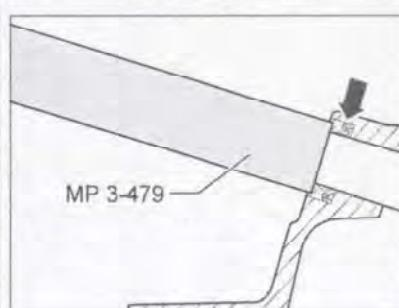

Рис. 7.251. Установка сальника вала переключения передач.
8. Установите сальник с помощью специального инструмента (рис. 7.251).